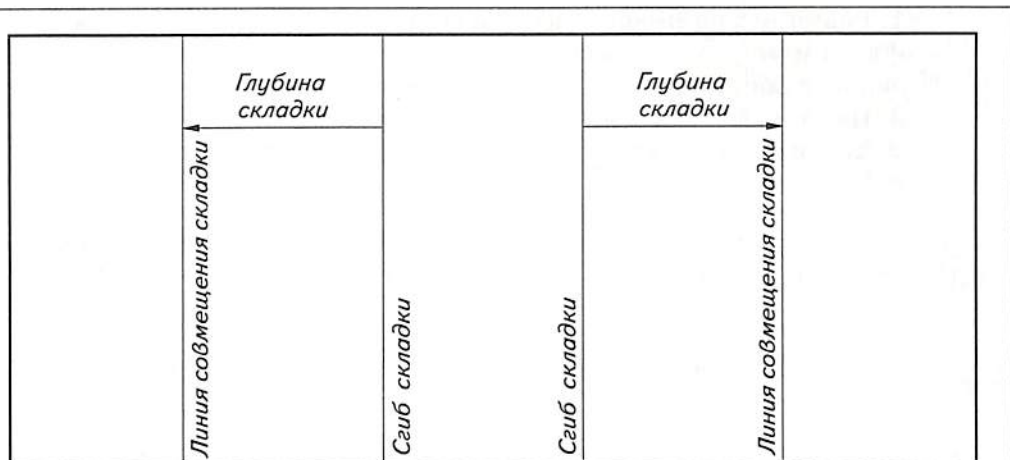
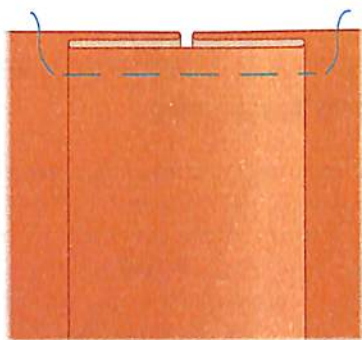

Рис. 66. Чертёж бантовой складки
Рис. 67. Бантовая складка
*Бантовая складка*, так же как и встречная, состоит из двух односторонних складок (рис. 66), но сгибы складки встречаются на изнаночной стороне изделия (рис. 67). Бантовая складка также может быть мягкой и заутюженной.